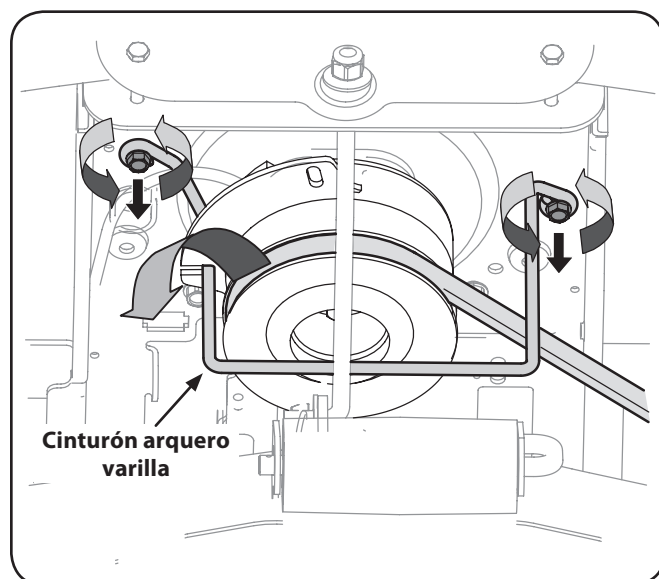

Figura 7-1
3. Localice el embrague PTO en la parte delantera del tractor. Vea la Figura 7-1.
4. Retire la cinta de la guardia y el cinturón de la siguiente manera Refiérase a la Figura 7-1:
10. Vuelva a colocar el protector de la correa en la ranura del embrague PTO. Vea la Figura 7-1.